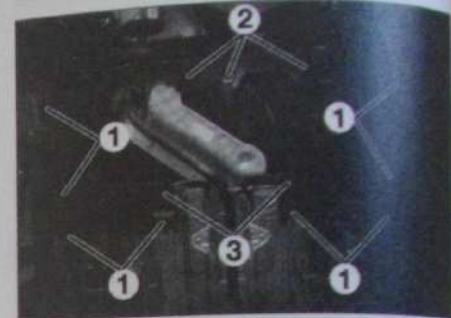
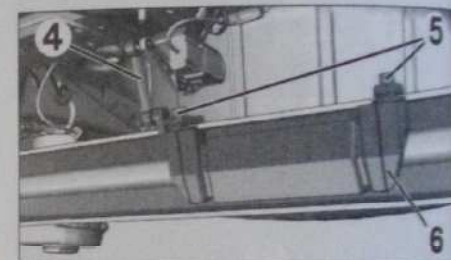
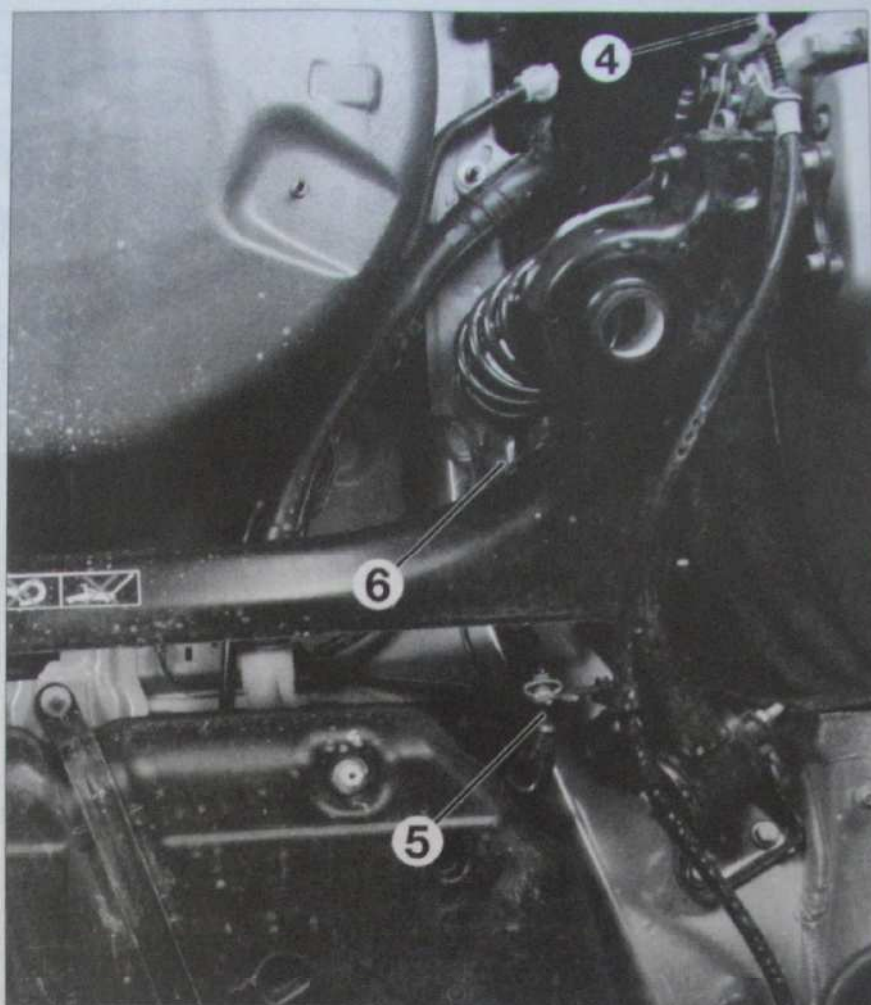

Fig. 58
Fig. 59
Fig. 65
- les écrous (1) (Fig.58),
- les pions plastique (2),
- les protections (3).
- Désaccoupler la biellette du capteur de hauteur des projecteurs xénon (4) (si équipé) (Fig.59).
- Desserrer les vis (5).
- Déposer l'amortisseur de vibrations du train arrière (6).
- Vérifier que la biellette (4) se positionne perpendiculairement à sa rotule de fixation sur l'amortisseur de vibration (Fig.59) (pour les véhicules équipés de phares au xénon).
- les écrous (1) (Fig. 58),
- Désaccoupler les câbles de frein de stationnement (4) (Fig. 65).
- Désaccoupler les flexibles de frein (5).
- Débrancher les connecteurs des capteurs de vitesse de roues (6).
- Désaccoupler la biellette du capteur de hauteur des projecteurs xénon (4) (si équipé) (Fig. 59).